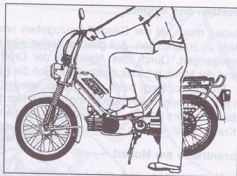

**Abb. 5 Druckknopf zur Luftabriegelung**
- g) Druckknopf der Luftsperr (Abb. 5)
Kraftstoffhahn öffnen (Abb. 4), Drucktaste für Luftzufuhrabspernung (Abb. 5) bis auf Anschlag drücken (nach dem Eindrücken springt der Stift heraus, die Luftzufuhr bleibt jedoch gedrosselt - der Motor bekommt ein höher angereichertes Gemisch. Anlassen des Motors ist auf zweierlei Weise möglich.